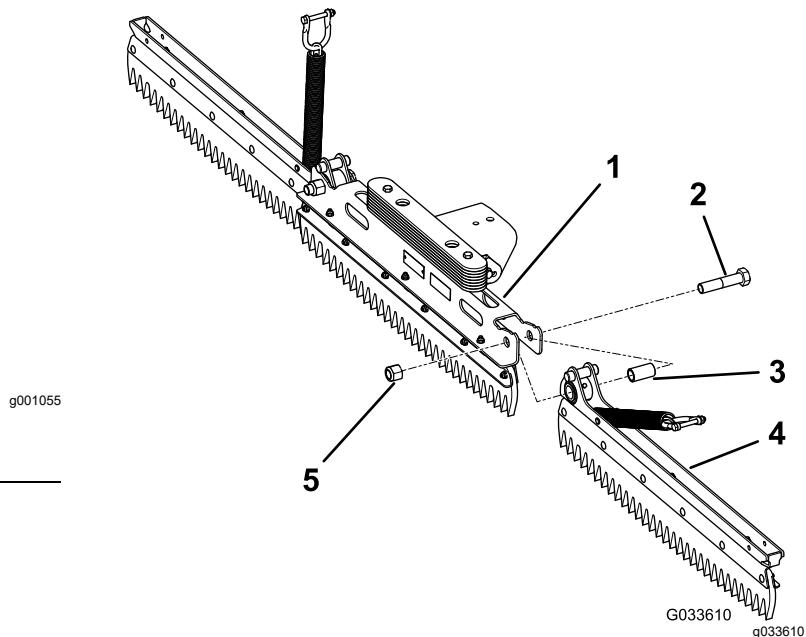

图 3
4. 用螺栓 $\frac{3}{4} \times 3\frac{1}{2}$ 英寸和锁紧螺母 $\frac{3}{4}$ 英寸固定左侧总成上紧扭矩至 163217 N·m 请参阅图 3。
6. 用螺栓 $\frac{3}{4} \times 3\frac{1}{2}$ 英寸和锁紧螺母 $\frac{3}{4}$ 英寸固定右侧总成上紧扭矩至 163217 N·m 请参阅图 3。
2. 将隔片插入每个侧总成的枢轴孔中图 3。